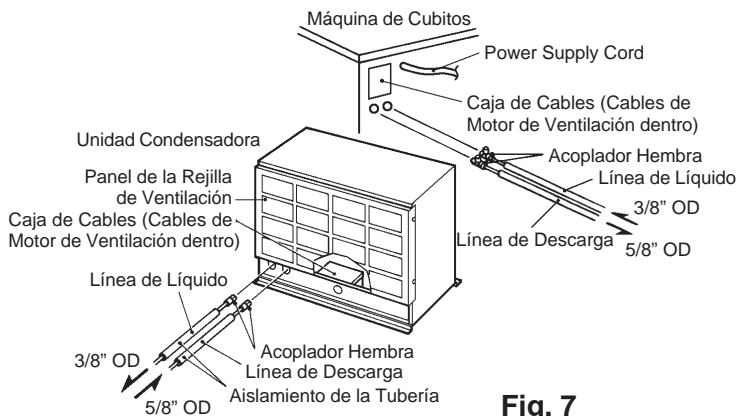

Fig. 7
3) Instale largura suficiente de dos tuberías de cobre proporcionadas con acopladores Aeroquip entre la máquina de cubitos y la Unidad de Condensación. Las dos tuberías de cobre deben aislarse separadamente. Ver Fig. 7.